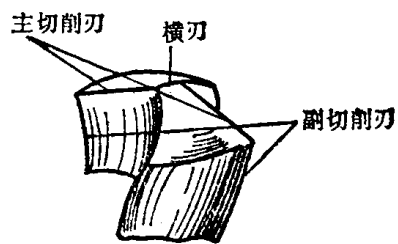

图 1-16 麻花钻的切削部分
2. 麻花钻的工作部分 工作部分由切削部分（图 1-16）和导向部分组成。切削部分包括横刃和两条主切削刃。标准麻花钻两条主切削刃形成的锥角为 $118^\circ \pm 2^\circ$ 。导向部分有两条对称的螺旋槽，用来形成副切削刃，并起排屑作用。